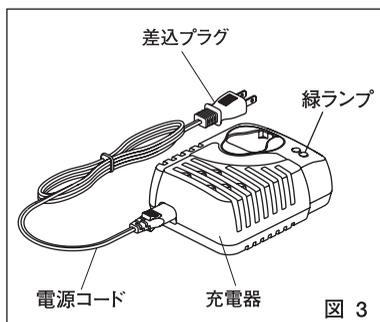

図 3
- ② 電源コードと充電器を接続してから電源コードの差込プラグを電源に差し込んでください。緑ランプがゆっくり点滅していることを確認してください。緑ランプの点滅は充電可能な状態を表します。(図3)